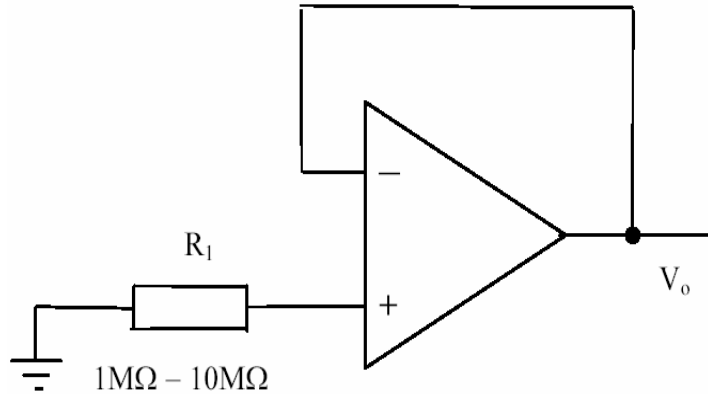

Рис. 13. Измерение входного тока смещения инвертирующего входа
1. Реализуйте схему, изображенную на рис. 13. Не забудьте подключить питание к ОУ.